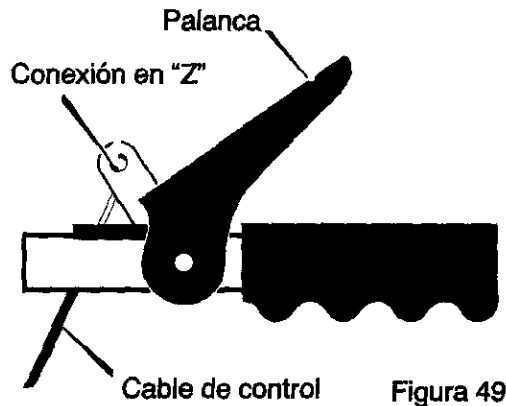

Figura 49
**NOTA:** Si los cables se han desconectado, conéctelos como se muestra en la Figura 49.